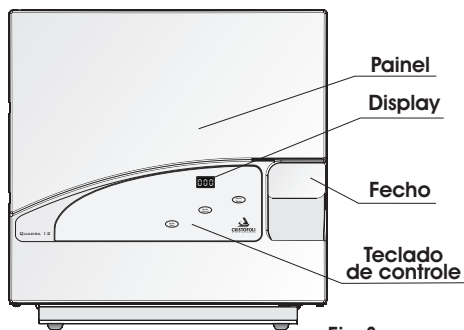
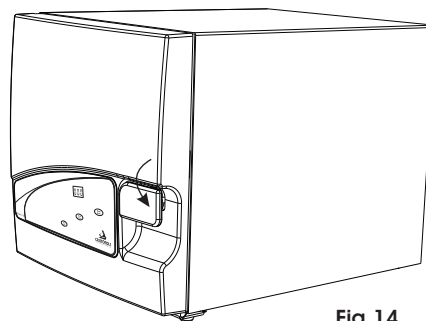

Fig.3
Fig.14
- 1► **PAINEL** - Está localizado na parte frontal da autoclave, é feito em plástico ABS injetado, é onde se encontra o teclado de controle e o display da autoclave (Fig. 3, pág. 9).
- 3► **TECLADO DE CONTROLE** - Está localizado na parte central do painel, é onde ficam as teclas de controle e o display da autoclave (Figs. 3 e 4).
- 4► **DISPLAY** - É onde são visualizadas todas as funções/mensagens exibidas pela autoclave, localiza-se na parte central do teclado de controle, (Figs. 3 e 4).
- 5► **FECHO** - Localizado na parte frontal da autoclave (Fig.3), é utilizado para abrir, fechar e travar a porta da autoclave (conjunto painel/tampa). Para verificar a posição correta do fechamento consulte a Fig.14, pág.12.
- Abasteça a autoclave com os materiais a serem esterilizados, tomando cuidado para não encostá-los nos orifícios das saídas internas de vapor, pois isso ocasionará interferência no ciclo. Consulte "Recomendações para o Melhor Acondicionamento do Material na Autoclave" (Pág. 19, item 6.4). Não sobrecarregue a autoclave.
- Feche a porta da autoclave pressionando-a contra a câmara (cuba) e mova o fecho totalmente para a direita e para baixo até o final do curso (o fecho deverá estar completamente nivelado com o painel, Fig.14). Para a abertura da autoclave repita o mesmo procedimento de modo inverso.